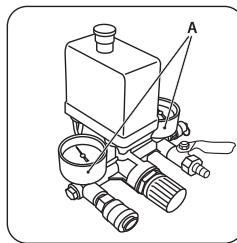
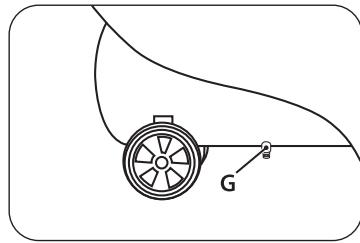

рис. 9
рис. 10
- Установите в разрыв цепи питания дополнительное автоматическое защитное устройство, рассчитанное на силу тока не более 16 А (рис. 9)
Компрессор оборудован манометром (A) (рис. 9) для контроля давления, клапаном для слива конденсата из ресивера (G) (рис. 10)
При первом запуске компрессор должен проработать без нагрузки около 10 минут с полностью открытым регулятором давления выходного воздуха и клапаном слива конденсата из ресивера (рис. 10).